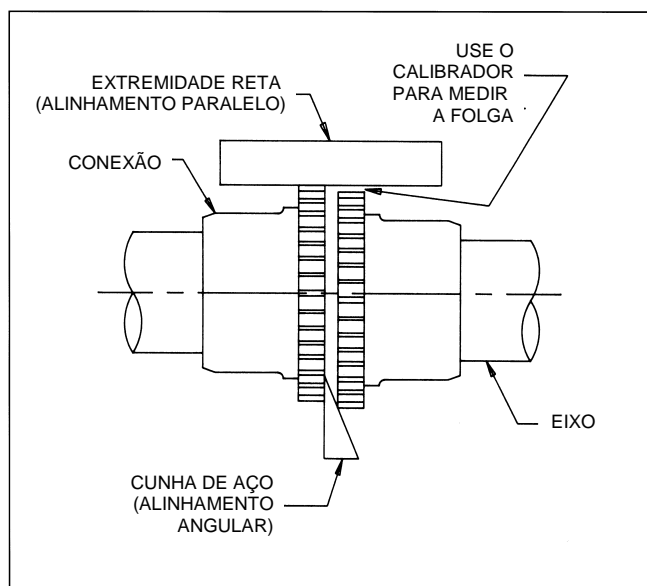

Figura 2
1. Alinhe a conexão conforme os limites informados pelo fabricante, a fim de acertar os alinhamentos paralelo e angular (ver Figura 2). Nas situações em que se desejar obter maior precisão, também é possível utilizar um indicador com mostrador ou laser para realizar o alinhamento. Os ajustes deverão ser realizados movendo-se o motor para alterar o ângulo do eixo e utilizando-se calços para alterar a altura do eixo do motor. Não desloque o eixo ou o mancal do ventilador.